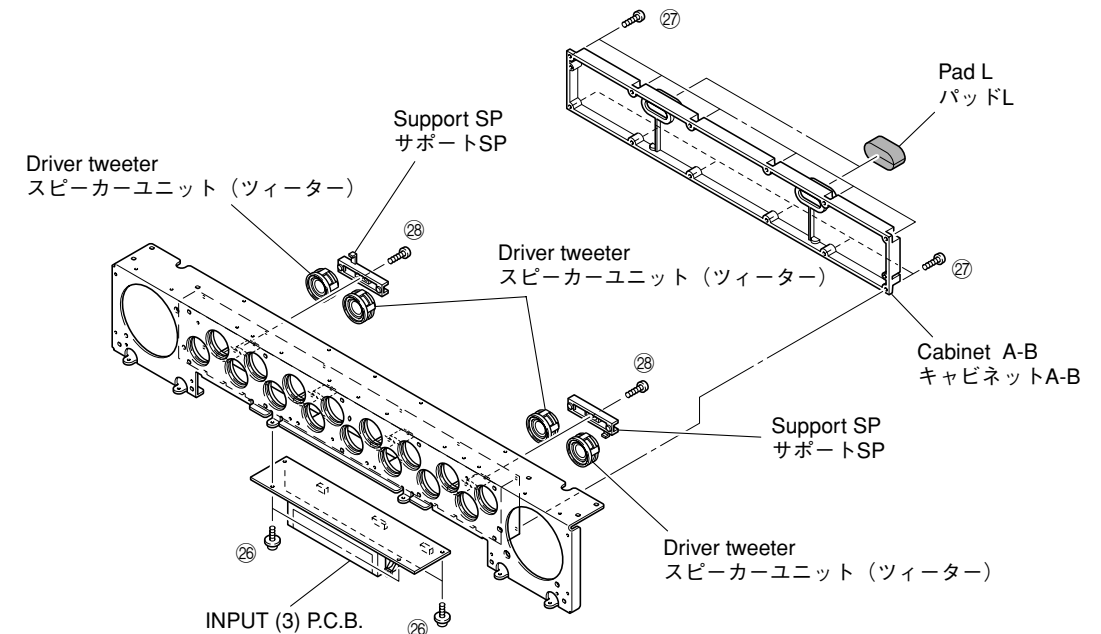

Fig. 13
- Remove 4 screws (26) and then remove the INPUT (3) P.C.B. (Fig. 13)
- Remove 12 screws (27). (Fig. 13)
- Remove the pad L and then remove the cabinet A-B. (Fig. 13)
- 26のネジ4本を外し、INPUT(3) P.C.B.を取り外します。(Fig. 13)
- 27のネジ12本を外します。(Fig. 13)
- パッドLを外し、キャビネットA-Bを取り外します。(Fig. 13)
- Remove screw (28) and then remove the support SP. (Fig. 13)
- Remove the driver tweeter. (Fig. 13)
- 28のネジを外し、サポートSPを取り外します。(Fig. 13)
- スピーカーユニット(ツイーター)を取り外します。(Fig. 13)